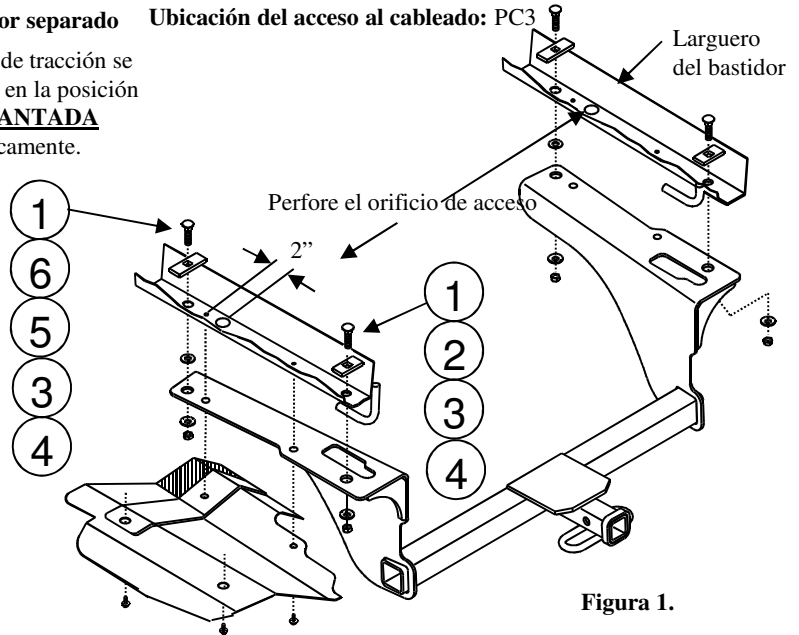

Figura 1.
- Baje temporalmente los protectores de calor quitando cuatro (4) pernos M6. Guarde los pernos para volver a instalar los protectores de calor.
- Perfore un orificio de acceso de 1-1/8" en la base del bastidor aproximadamente 2" desde el accesorio del protector de calor delantero, ver figura 1.